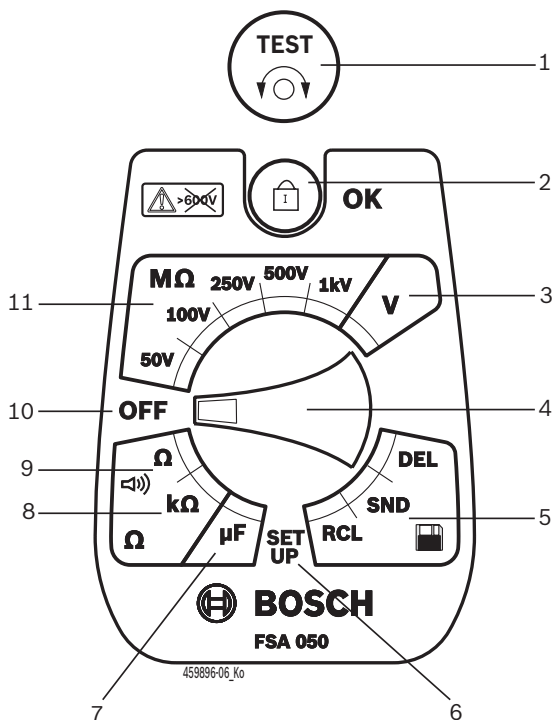

Fig. 2: Comutator rotativ/taste
- Setați comutatorul rotativ la <SETUP> (Fig. 2, Poz. 6).
- Apăsați <TEST> (Fig. 2, Poz. 1) timp de aproximativ două secunde.
- Apăsați </OK> pentru a salva valoarea dorită (Fig. 2, Poz. 2).